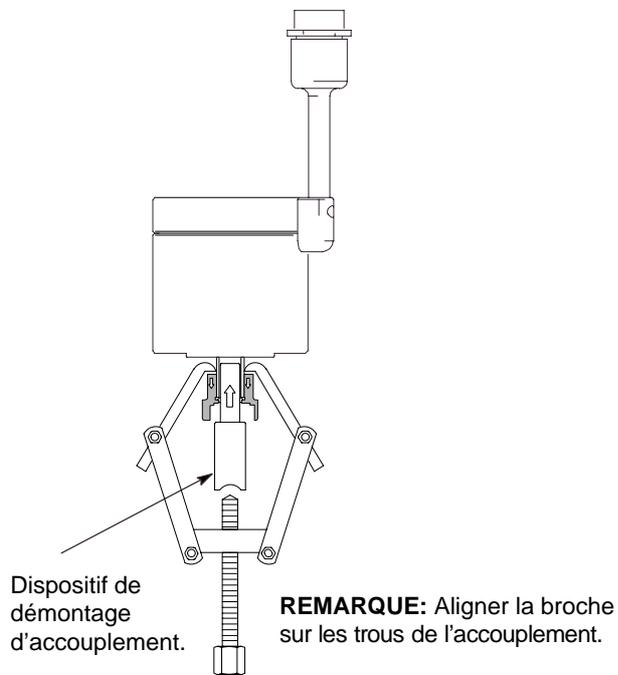

Fig. 3
3. À l'aide d'un extracteur d'engrenages et d'un dispositif de démontage d'accouplement, séparer l'accouplement de l'arbre moteur. Rebuter l'ancien accouplement. Voir Fig. 3.